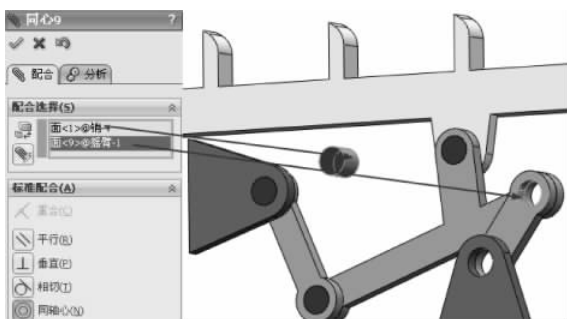

图 3-232 同轴心配合
(21) 选择【标准配合】选项组下的【同轴心】配合类型 , 在【要配合的实体】选择框  中选择如图 3-232 所示的面, 其他保持默认, 单击【确定】按钮 , 完成同轴心配合。